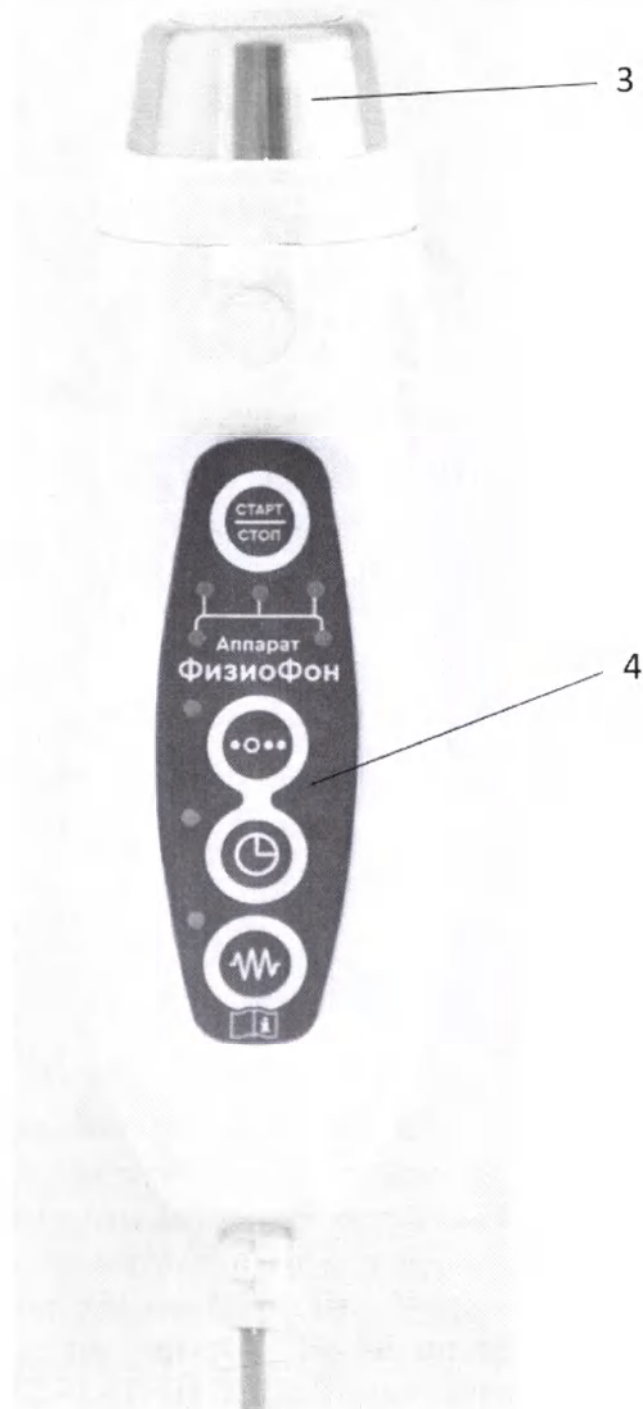
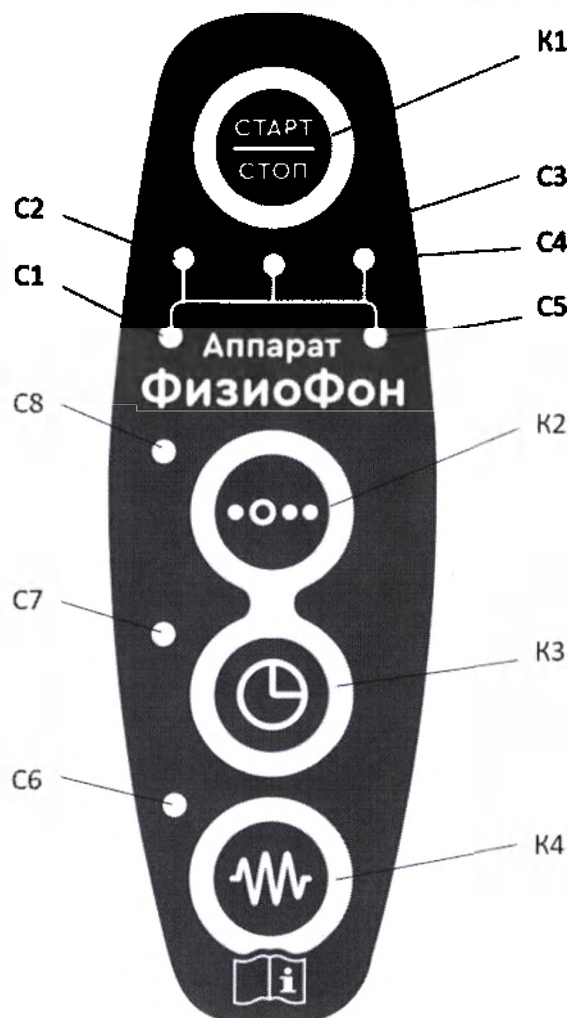

Рисунок 2
Рисунок 3
Излучатель ультразвуковых колебаний (3), преобразующий электрические сигналы от внутреннего генератора аппарата в механические колебания, расположен в верхней части лечебного терминала. На лицевой стороне лечебного терминала расположена панель управления (4, рис. 2). На панели управления (рис. 3) размещены кнопки управления (К1...К4) и светодиодные индикаторы (С1...С8):